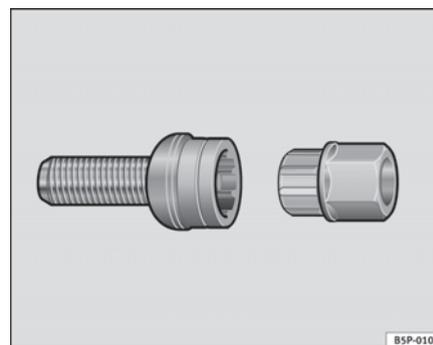

Fig. 145 Boulons de roue antivol
- Introduisez l'adaptateur au maximum dans le boulon antivol de la roue ⇒ page 221, fig. 145.